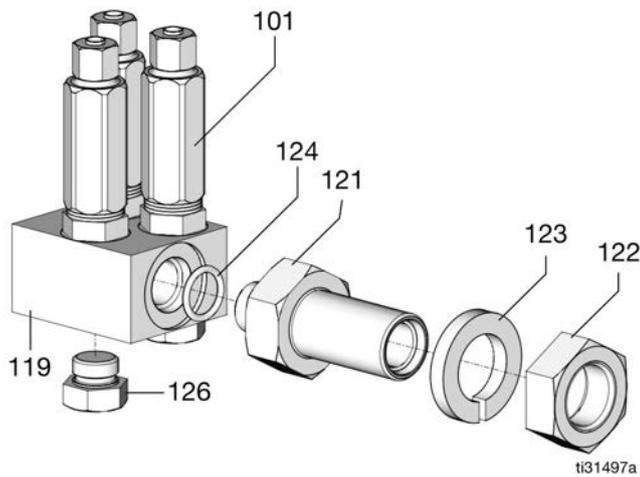
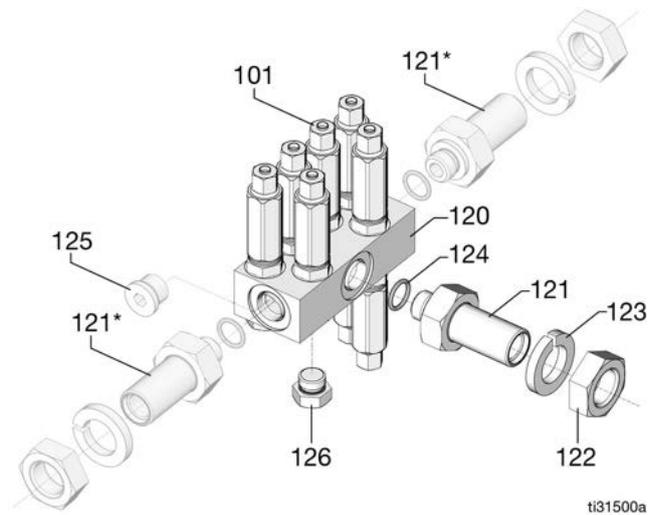
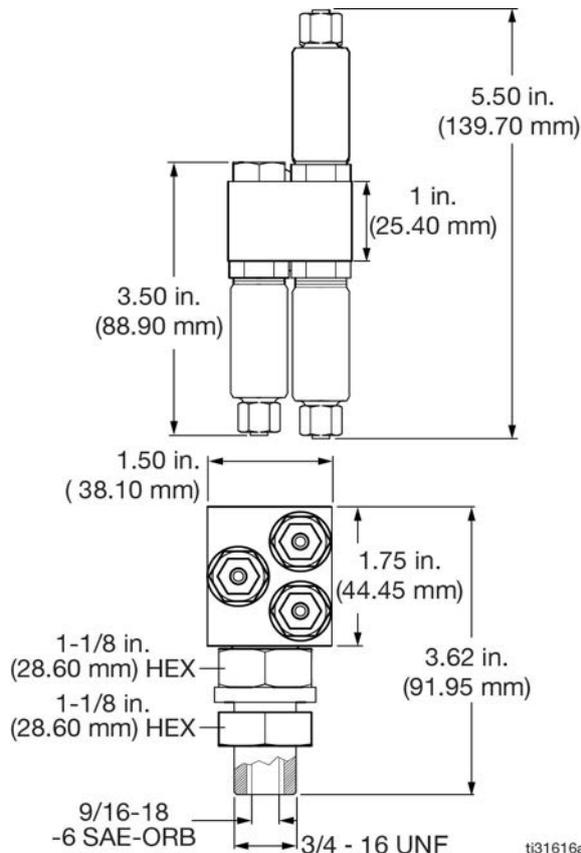

FIG. 39
FIG. 40
FIG. 41
- le collecteur à 6 orifices, utilisé sur les systèmes de lubrification à 6 points de lubrification ou moins (FIG. 39 et FIG. 41).
- le collecteur à 12 orifices, utilisé sur les systèmes de lubrification à 7 à 12 points de lubrification (FIG. 39 et FIG. 40).
*Sur la FIG. 40 la tige de collecteur (121) est illustrée telle qu'elle est montée dans l'orifice inférieur. Elle peut aussi être montée dans les orifices latéraux.
1. Placer la tige de collecteur (121) et le joint torique (124) dans l'orifice d'entrée du collecteur d'injecteurs (119 ou 120) (FIG. 39 et FIG. 40, page 54).
2. Utiliser des bouchons (126) pour fermer les orifices non utilisés du collecteur d'injecteurs (FIG. 39 et FIG. 40, page 54). Veiller à ce que le joint torique soit bien placé sur le bouchon. Si d'autres points de lubrification sont nécessaires, il est possible de retirer ces bouchons et de mettre en place des injecteurs de taille adéquate ainsi que des conduites de lubrifiant.